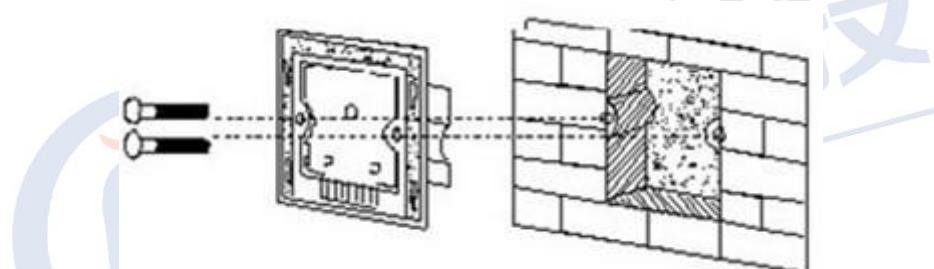

图3
- ① “L” 接线柱——连接220V 电源的火线；
- ② “N” 接线柱——连接220V 电源的零线；
- ③ “电机” 接线方法——若电机为四根线，则棕色接M1L1，黑色接M1L2，蓝色（公共）接零线。M1L1, M1L2 为电机控制线接线柱。
- 4) 安装开关底座，如图3所示，接好线后将触摸开关装在墙上暗盒内，再打上螺丝，使之固定在墙面，将底座装到墙上，再把触摸面板盖好并压紧。